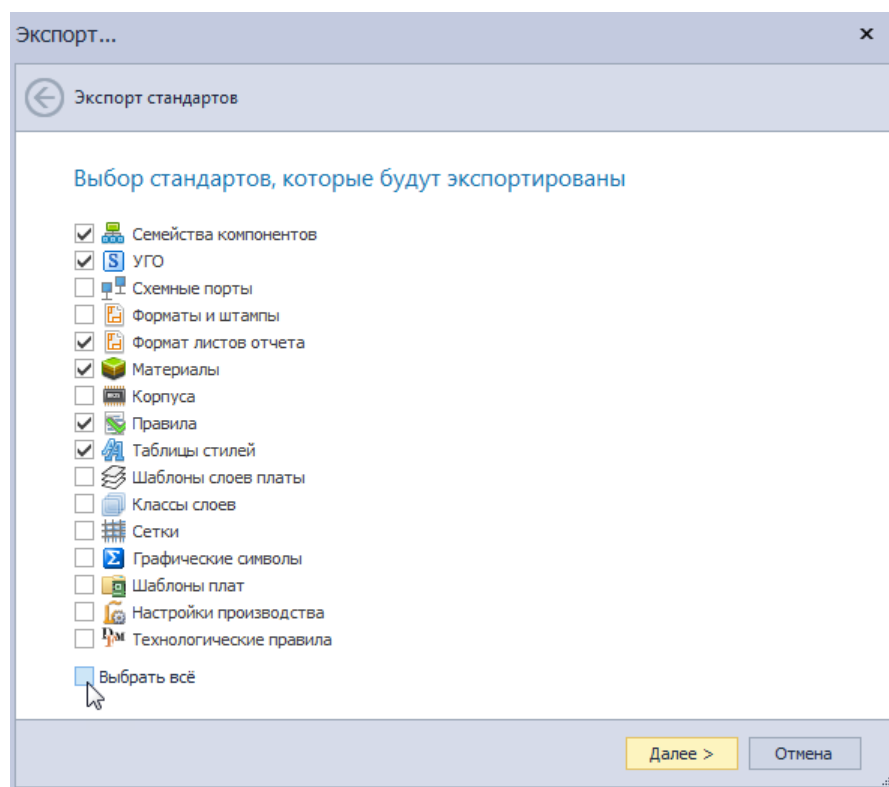

Рис. 9 Выбор экспортируемых стандартов
3. На следующем этапе выберите экспортируемые разделы стандартов путем установки флага в поле рядом с наименованием раздела, Рис. 9. При необходимости путем установки или снятия флага в поле «Выбрать все» возможно выбрать или же снять флаги со всех разделов одновременно.